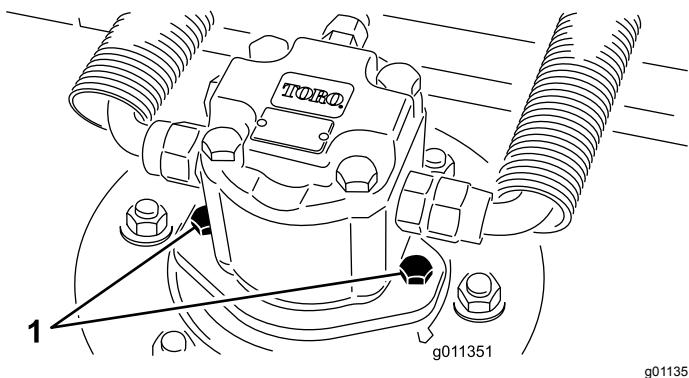

Figura 59
2. Desligue e retire o motor hidráulico da unidade de corte (Figura 59). Cubra a parte superior do eixo para não o sujar.
- Instale o motor hidráulico na plataforma (Figura 59). Verifique se o anel de retenção está posicionado corretamente e não está danificado.